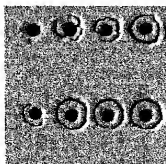

FIG.2
- Evitare la formazione di contatti denominati 'a doppio bordo', come da Fig.2 che sono critici quando la dimensioni dei contatti e' dell'ordine di grandezza dei 0.2 µm o minori e la distanza contact-to-contact e' dell'ordine di grandezza di 0.5µm.